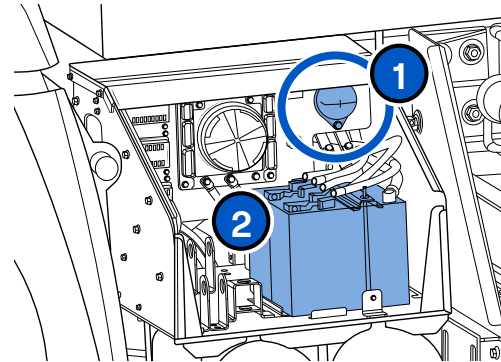

Figure 11 - Interrupteur de la batterie
2. Mettez l'interrupteur de batterie à « **OFF** » (Arrêt) pour éteindre l'alimentation en basse tension (**Figure 11 n°1**).
3. Coupez deux fois les câbles des batteries à basse tension qui sont situées dans le compartiment à accessoires (**Figure 11 n°2**).